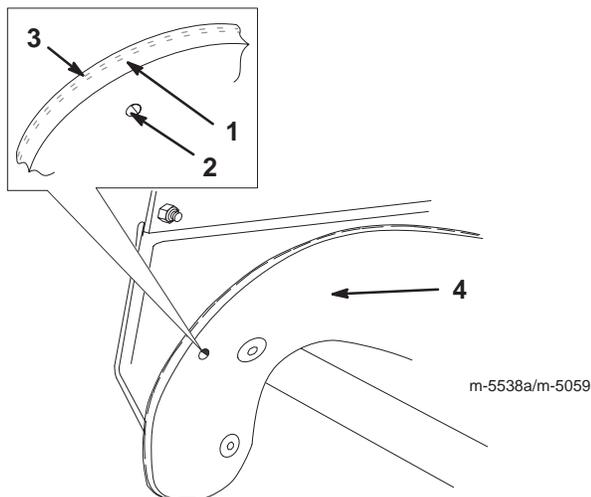

Figure 21
1. Examinez le bord de la pale neuve pour détecter la différence d'épaisseur des couches de caoutchouc (Fig. 21).
Montez la pale neuve en dirigeant la couche de caoutchouc épaisse vers l'intérieur de la face incurvée (Fig. 21). L'usure de la pale sera accélérée si vous ne la posez pas correctement.
3. Fixez la lame neuve aux moitiés de la turbine à l'aide des deux boulons à tête hexagonale et des deux contre-écrous retirés précédemment. Placez la tête des vis sur le côté épais de la pale (Fig. 21).
4. Courbez la pale et fixez-la avec les vis Torx et contre-écrous retirés précédemment, en plaçant la tête des vis sur le côté épais de la pale (Fig. 21).